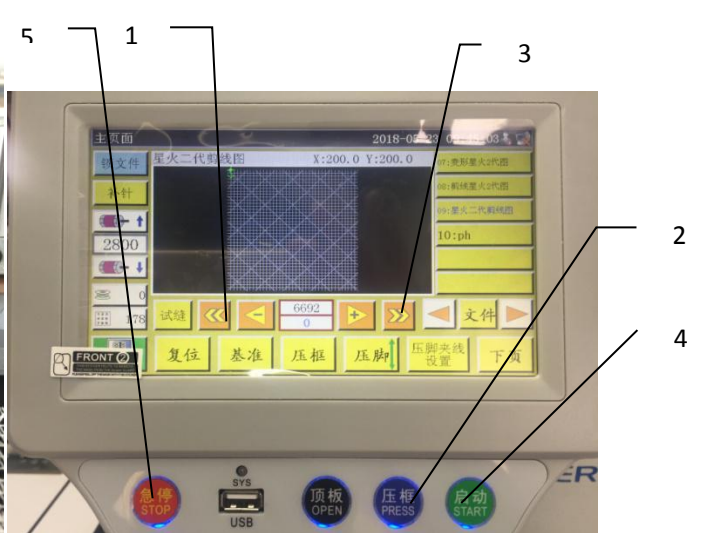

图 39
2.18.5.2 如图 39，在操作按钮面板上，按下压框按钮 2，两只气缸抬起压住模板
基准设置后，进入操作显示面板界面，见图 39，按一直按键 3，就会进入模拟缝纫花样轨迹，运行一次，确认缝纫花样轨迹与模板槽相吻合，否则，重新调整基准。在模拟运行中，需停止运行，按键 5（图 39）模拟运行停止。
如图 39，使模板处于复位位置，在操作按钮班中，按下压框按钮 2，使 X 向线性模组上的两个气缸松开模板，移出模板。
如图 39，在操作面板上按下启动按钮 4，缝纫启动，进入自动缝纫状态。
如图 39，出现意外情况，按操作面板上的红色急停键 5，机器马上停止运行。
排出上述意外情况后，如图 39，点击红色急停键 5，解除急停状态，在按下启动按钮 4，机器重新继续自动缝纫。